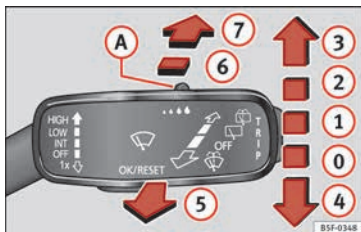

Abb. 138 Scheibenwischerhebel: Scheibenwischer für die Heckscheibe
- Drücken Sie den Hebel nach vorne bis in die Position **6** » Abb. 138. Der Wischer arbeitet etwa alle 6 Sekunden.
- Drücken Sie den Hebel ganz nach vorne in die Position **7** » Abb. 138. Der Heckscheibenwischer und die Heckscheibenwaschanlage arbeiten gleichzeitig. Solange Sie den